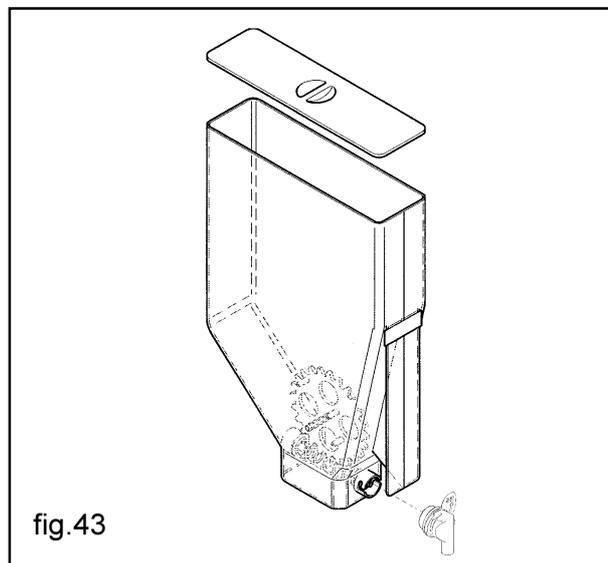

fig.43
- desmontar las tapas y las canaletas de producto (fig. 43). Sumergir todo en la solución preparada anteriormente.